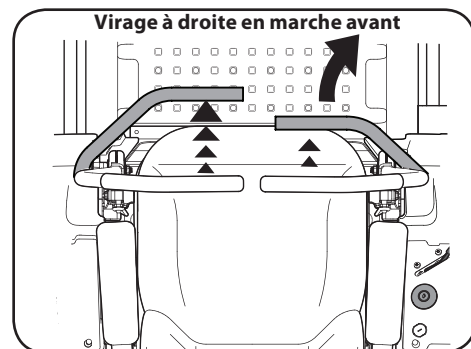

Figure 3-4
2. Pour tourner à droite, tirez la barre de conduite droite vers vous et poussez la barre de conduite gauche vers l'avant. Voir Figure 3-4.